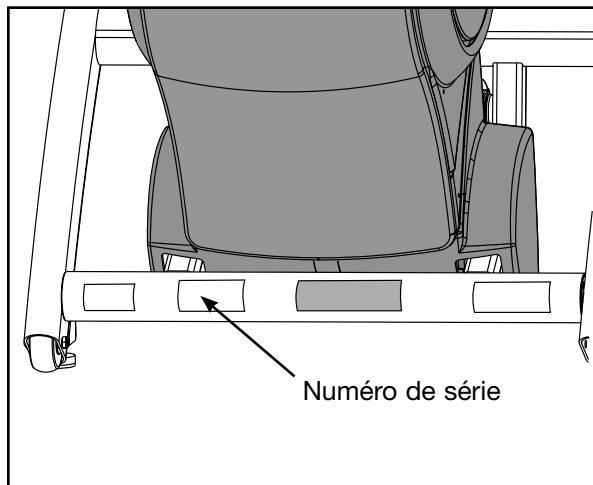

Figure 1
Le numéro de série et la tension figurent à l'avant de l'appareil. Reportez-vous à la figure 1. Pour des raisons pratiques, inscrivez le numéro de série et la tension ci-dessous de façon à pouvoir vous y reporter rapidement lors d'un appel au Service à la clientèle Cybex.
3. Fournissez le numéro de modèle et le numéro de série. *Le numéro de série se trouve à l'avant de l'équipement, tel qu'illustré à la figure 1.* Il commence par une lettre, par exemple : R09-101331100.